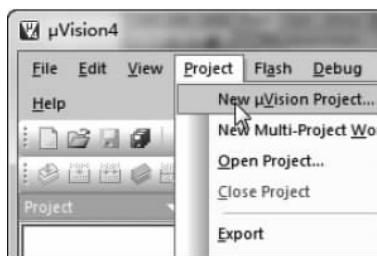

图 3-3 选择新建项目命令
- (1) 在 Keil μVision4 集成开发环境中, 选择 Project→New μVision Project 命令, 如图 3-3 所示。